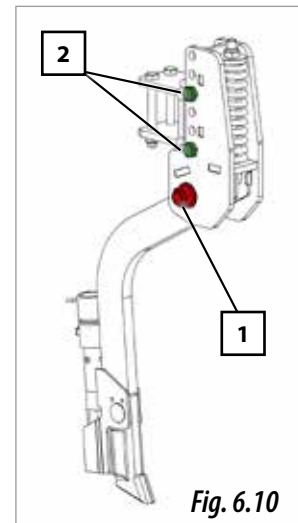

Fig. 6.10
- **BRAZOS DE SIEMBRA REGULABLES EN ALTURA** (Fig. 6.10)
Estos brazos están sujetos al soporte mediante un tornillo estampado SOLÀ (1, Fig. 6.10) provisto de tuerca autobloqueante, que al actuar sobre la misma se controla la holgura del brazo.
Estos brazos son regulables en 3 puntos de profundidad (Fig. 6.10), permitiendo bajar los brazos hasta 4,5 cm, para regular su altura:
- 1-** Retirar los tornillos y las tuercas (2, Fig 6.10).